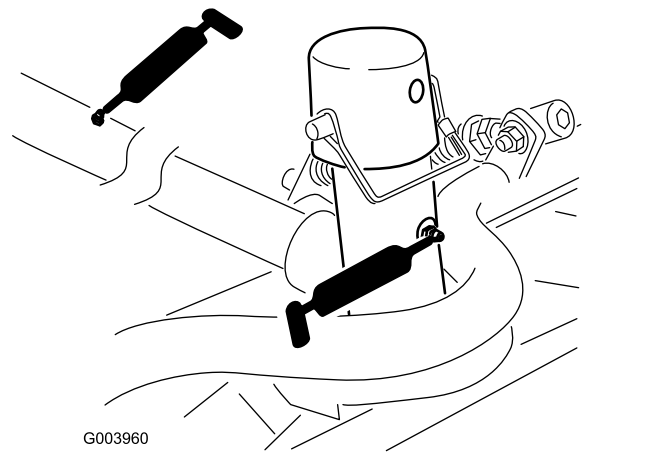

Figure 78
- Bâti porteur de l'unité de coupe et pivot (x 2) (Figure 78)